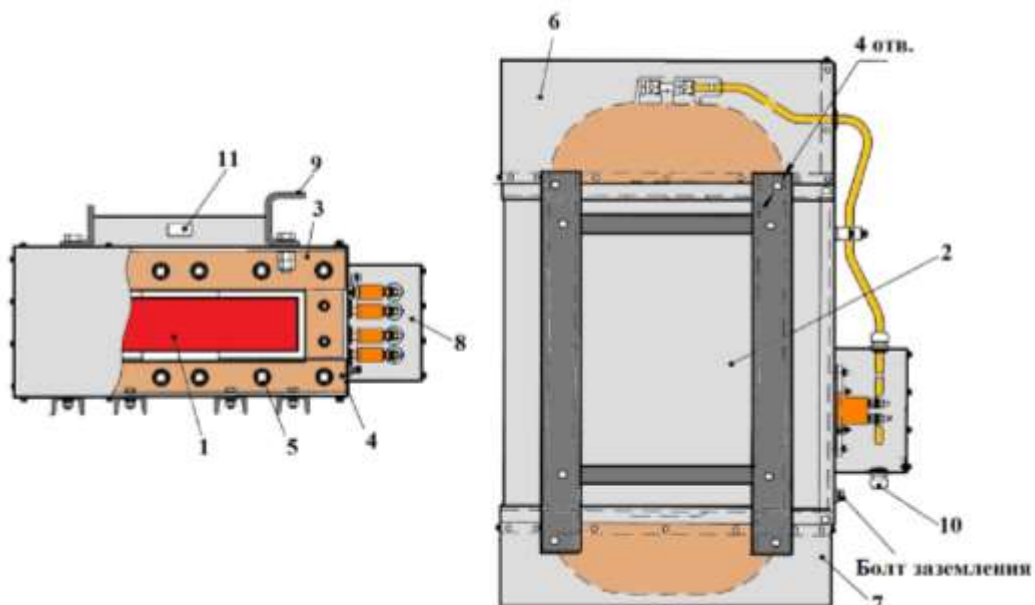

Рис. 49 Дроссель сетевого фильтра.
Дроссель (Рис. 49) состоит из медной катушки (1), которая крепится на магнитопроводе бронестержневого типа. Магнитопровод выполнен из шихтованной стали и стянут в пакет уголками (3), (4) и шпильками (5). Кожухи (6) и (7) служат для защиты выступающих за магнитопровод частей катушки от механических повреждений. Для герметизации подвода внешних кабелей имеется клеммная коробка (8). К раме вагона дроссель крепится с помощью скоб (9) четырьмя болтами. Подвод внешних кабелей к клеммам дросселя производится через четыре кабельных ввода (10). Рядом с клеммной коробкой расположен болт заземления.